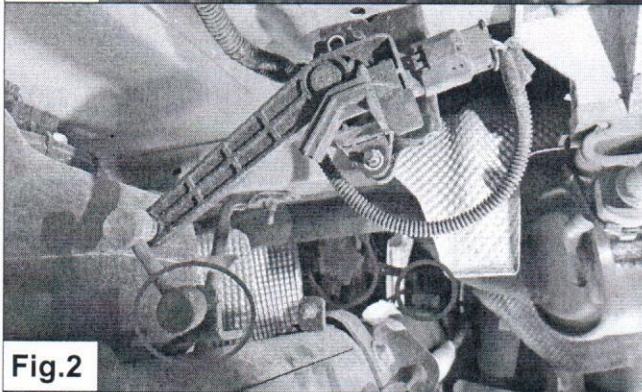

Fig.2
2. Koppel de hoogtesensoren los. Zie Fig. 2.
2. Disconnect the height sensors. See Fig. 2.
2. Trennen Sie die Höhesensoren. Siehe Fig. 2.
2. Déconnectez les capteurs de hauteur. Voir Fig. 2.
2. Koppla från höjdsensorerna. Se Fig. 2.
2. Desconecte los sensores de altitud. Ver Fig. 2.